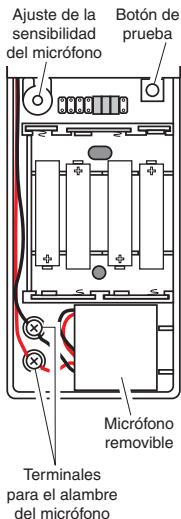

Figura 3
- Gire la perilla de regulación de la sensibilidad del micrófono en sentido horario para aumentar la sensibilidad (vea la Figura 3).
- Retire el micrófono fuera de la caja del prolongador de la campana haciendo palanca hacia fuera con cuidado (vea la Figura 3).